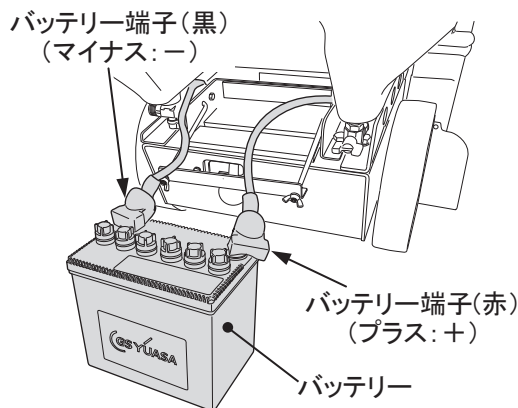

図 46
2. バッテリーを本体から取り出して、バッテリー端子を外します。その際には必ず、マイナス(-)側の黒い端子から外してください。(図46)